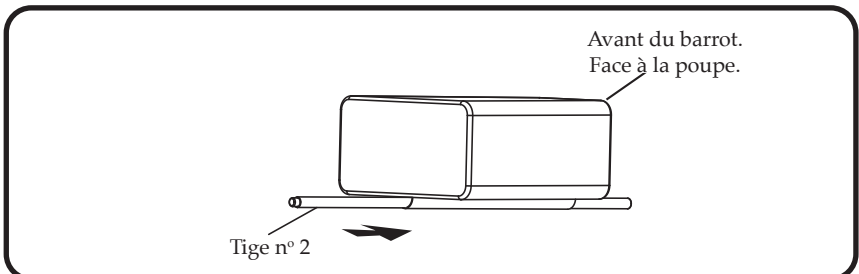

Figure 6
- 6) Insérez la tige no 2 dans le manchon situé au bas du barrot arrière (laissez-le dégonflé) en vous assurant que l'extrémité numérotée de la tige se trouve à l'arrière du barrot arrière. **Voir la figure 6.**